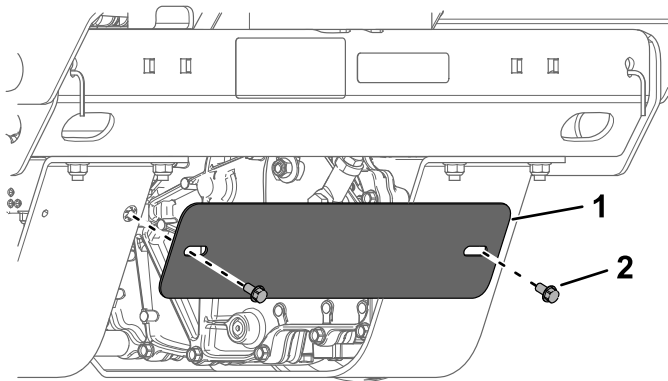

Bild 56
4. Entfernen Sie die zwei Schrauben und die Schutzplatte (Bild 56).